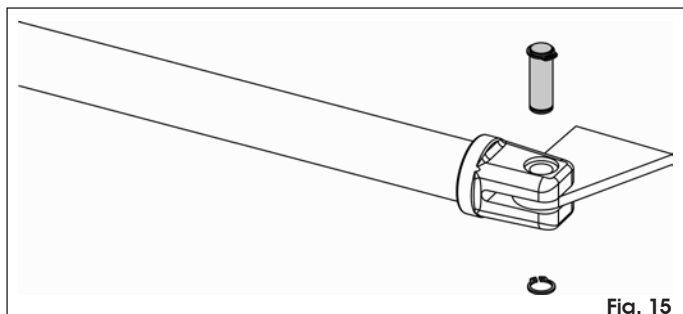

Fig. 15
- Monteer de voorste beugel met behulp van de bijgeleverde pennen en elastische ringen (Fig. 15).